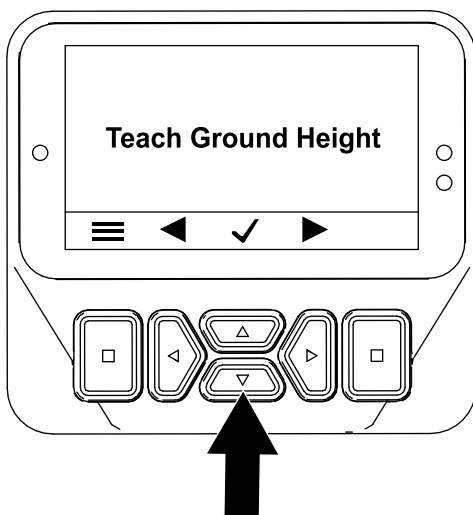

図 62
4. [地面の高さを教える] 画面 (図 62) で、どちらかの中央ボタンを押す。